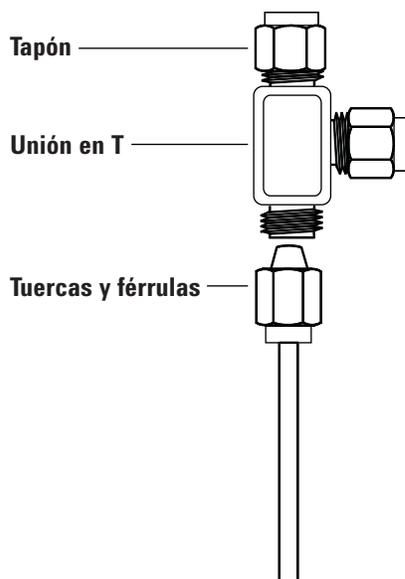

Figura 19. Unión en T Swagelok
- 1 Corte la tubería por el lugar donde desea colocar la unión en T. Conecte la tubería y la unión en T con una conexión Swagelok. Consulte la **Figura 19**.